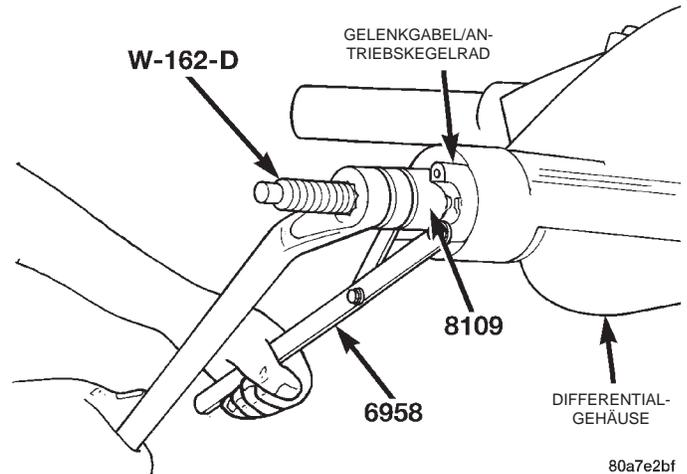
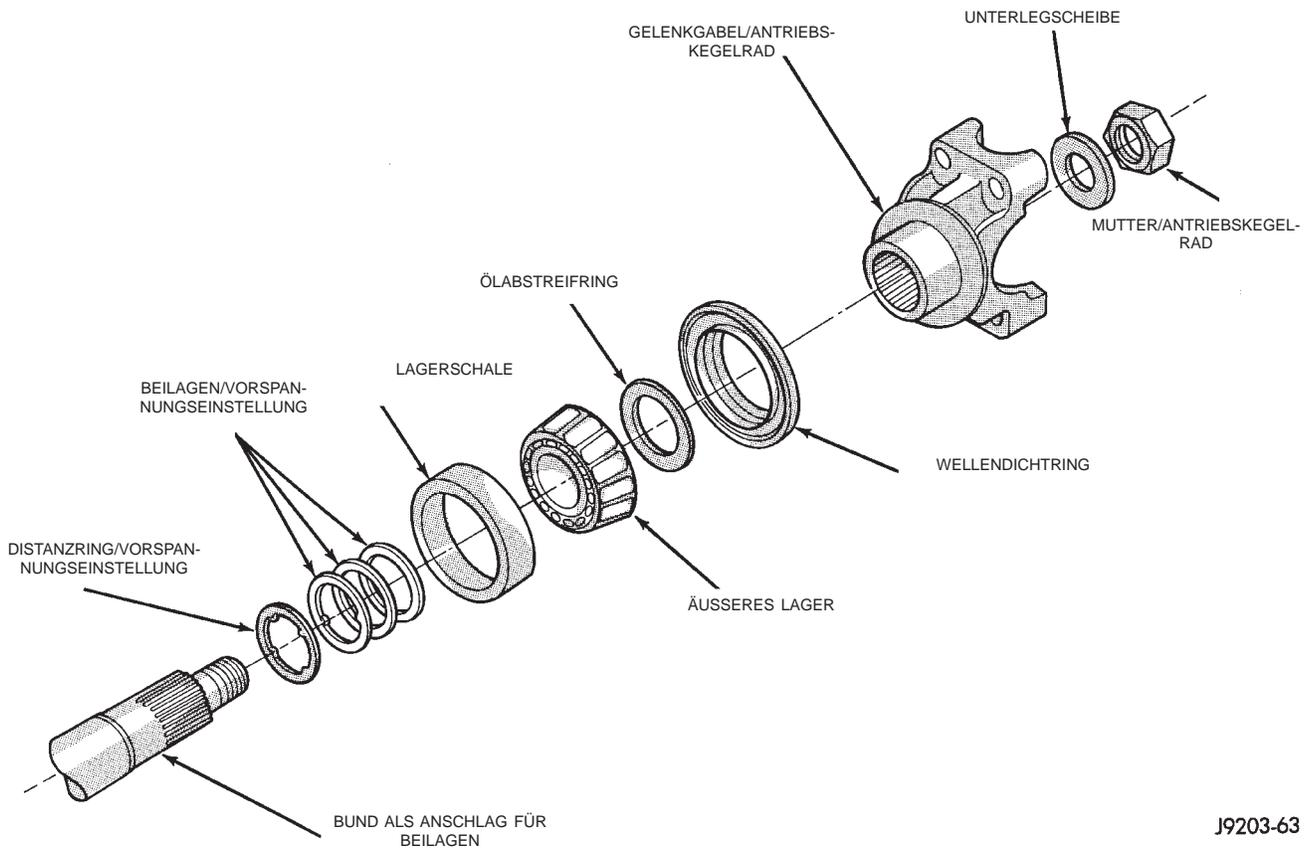

Abb. 38 Gelenkgabel montieren
Abb. 37 Beilagen zur Vorspannungseinstellung—Typisches Beispiel
(7) Beilagen zur Vorspannungseinstellung auf die Welle schieben. Das Antriebskegelrad im Differentialgehäuse einbauen (Abb. 37).
(8) Antriebskegelrad in Gehäuse einbauen.
(9) Paßmarkierungen ausrichten und die Gelenkgabel mit Spezialwerkzeug W-162-B, Treiber 8109 und Haltegriff 6958 auf der Welle des Antriebskegelrads montieren (Abb. 38).